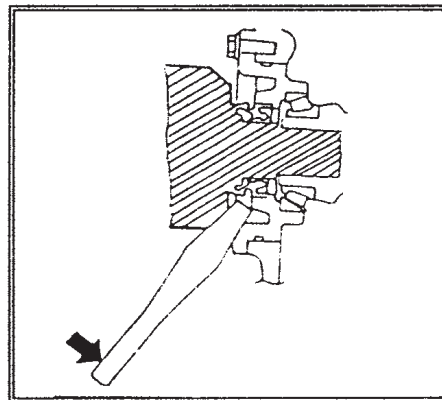

Рис.228.
* На моделях с автоматической коробкой передач установите лопатку для монтажа шин между валом привода и корпусом подшипника (рис.228) и легкими ударами по лопатке выведите вал из зацепления.